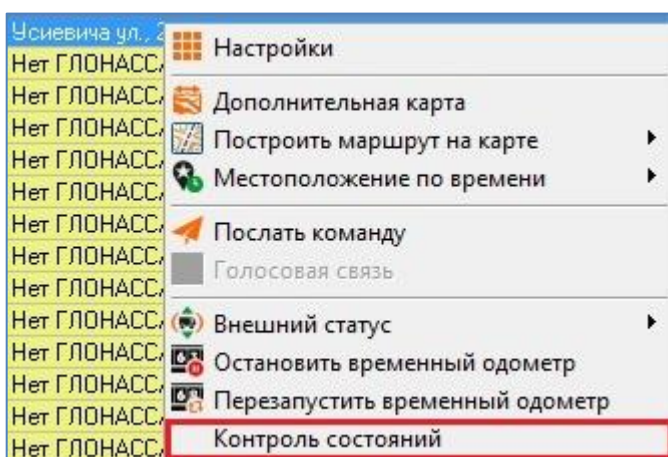
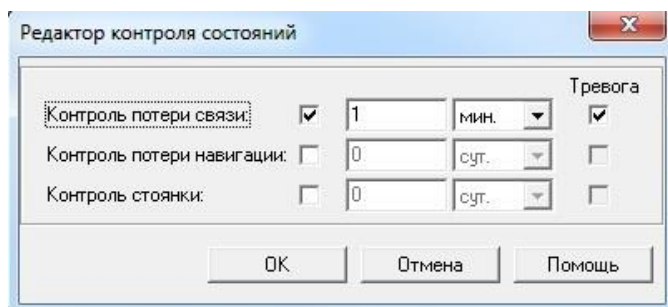

Рисунок 86 – Форма «Редактор контроля состояний»
Рисунок 87 – Форма «Редактор контроля состояний»
При соответствующих настройках Программы, Программа информирует Оператора о ТО. Данное окно (см. Рисунок 86) появляется при входе Оператора в Программу, если хотя бы одному транспортному средству в ближайшее время, определяемое настройками, предстоит проведение технического обслуживания.
- 2 Вызвать пункт контекстного меню «Контроль состояний» (Рисунок 86), появится окно «Редактор контроля состояний» (см. Рисунок 87).